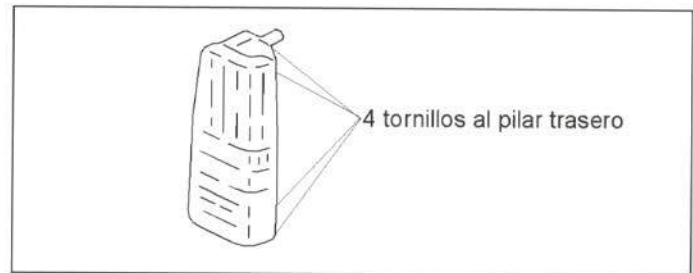

Figura 51.- Unión del piloto superior
El piloto trasero va fijado mediante 4 tornillos (figura 51).
- Piloto superior (figura 51).